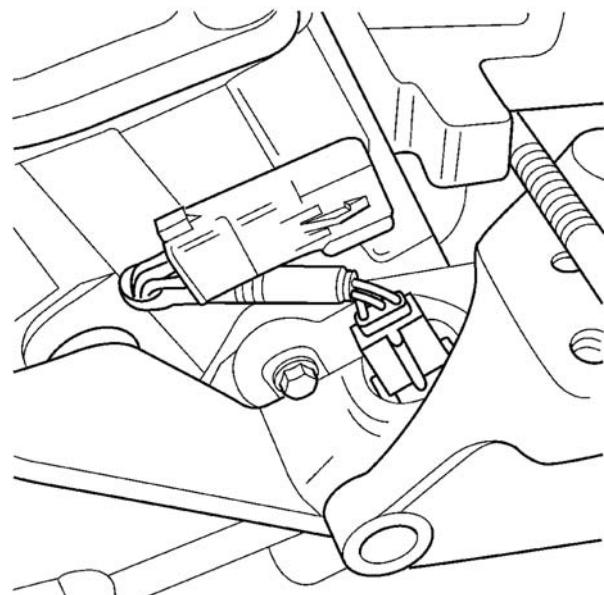

图 6 凸轮轴位置传感器
3.3/3.8升发动机车辆的凸轮轴位置传感器位于正时盒盖前侧(图 6),2.4升发动机车辆的凸轮轴位置传感器位于气缸盖后端(图 3)。
- (3) 将凸轮轴位置传感器插接器从线束插接器上拔下。开（图 6）。
- (4) 拆卸固定传感器螺栓。
- (5) 将传感器从盒内旋开。